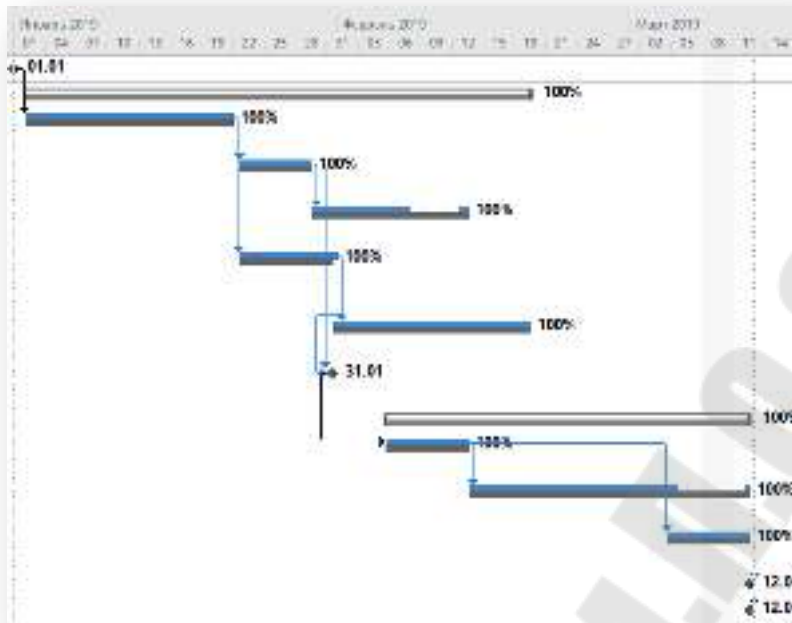

Рис. 2.65. Диаграмма Ганта с отслеживанием
4. Выбрать *Вид/Диаграмма Ганта с отслеживанием*. Результат – текущий и базовый планы совпадают. Текущий план изображён цветными отрезками, а базовый отрезками серого цвета (рисунок 2.65).